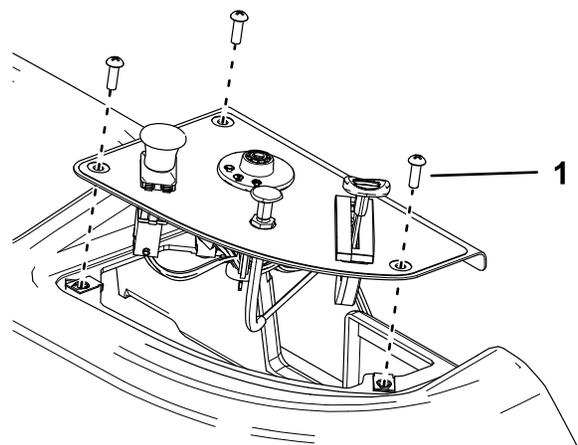

Figure 5
1. Déposez les 3 vis de fixation du panneau de commande, puis retirez le panneau de commande pour accéder au faisceau de câblage (Figure 5).
4. Remettez le panneau de commande en place et fixez-le à l'aide des 3 vis précédemment retirées (Figure 5).